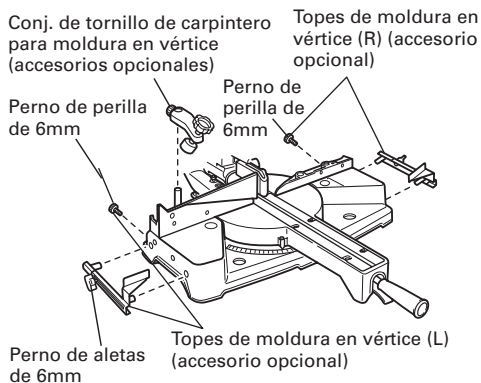

Fig. 46-a
- (1) Las topes de moldura en vértice (L) y (R) (accesorios opcionales) permiten facilitar los cortes de la moldura en vértice, sin inclinar la hoja de sierra. Instálelas en ambos lados de la base, tal como se muestra en la Fig. 46-a. Después de la inserción, apriete el perno de perilla de 6mm para asegurar los topes de moldura en vértice.